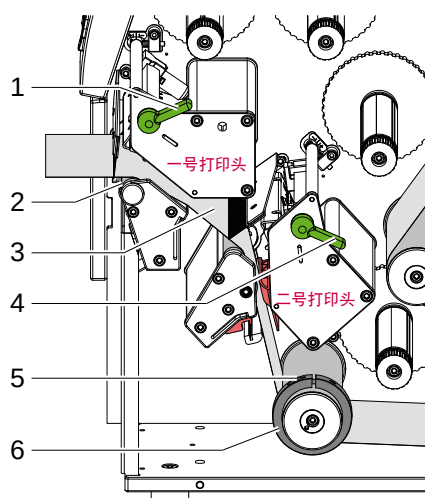

图 9 安装标签
4. 如图 9 将标签纸安装至双打印模块中并穿过打印滚轴（上）（2）。